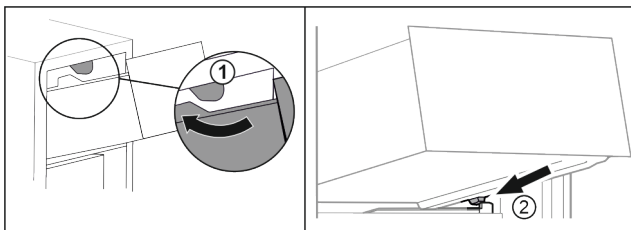

Fig. 74
- ▶ Før skuffen rundt de øvre stopperne. Fig. 74 (1)
- ▶ Sett skuffen på skrå bak de nederste stopperne på beholderribben. Fig. 74 (2)